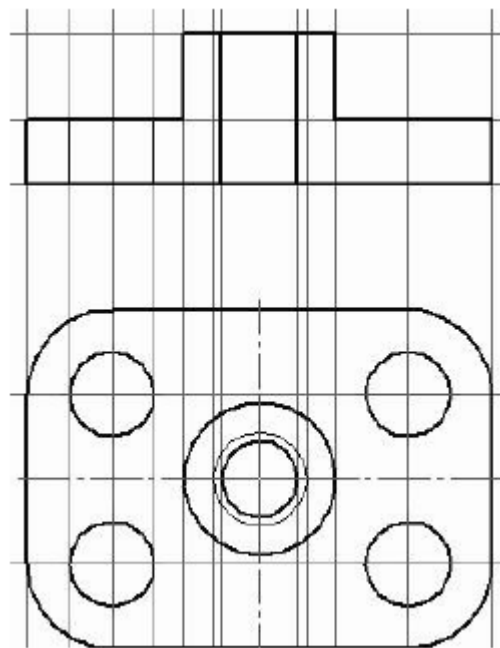

Рис.20. Непрерывный объект
6. Построение контура главного вида провести с помощью инструмента *Непрерывный объект*  (рис. 20).